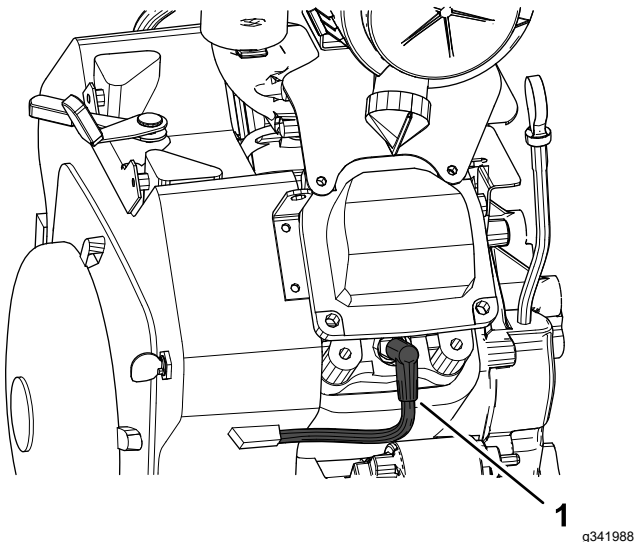

Bild 35
2. Reinigen Sie den Bereich um die Zündkerzen (Bild 35).
3. Ziehen Sie die Zündkerzenstecker von den Zündkerzen ab (Bild 35).